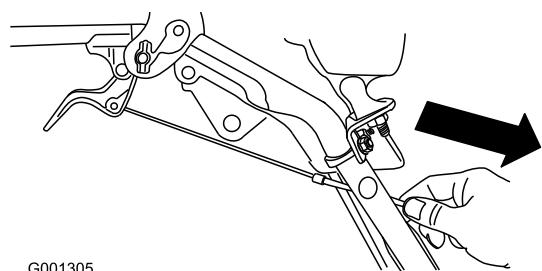

**Figure 7**
- Retirez l'écrou et la rondelle du guidon, fixez le serre-câble qui se trouve sur le câble au guidon, posez la rondelle et l'écrou, et serrez l'écrou à la main (Figure 7).